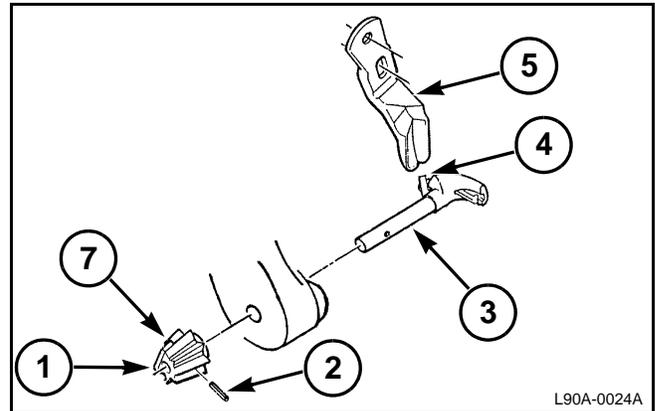

FIG. 56
FIG. 56: Levante o baje el conjunto del anudador para girar el piñón (1) y obtener acceso al pasador de ranura. Usando un punzón y un martillo, saque el pasador de ranura del piñón.